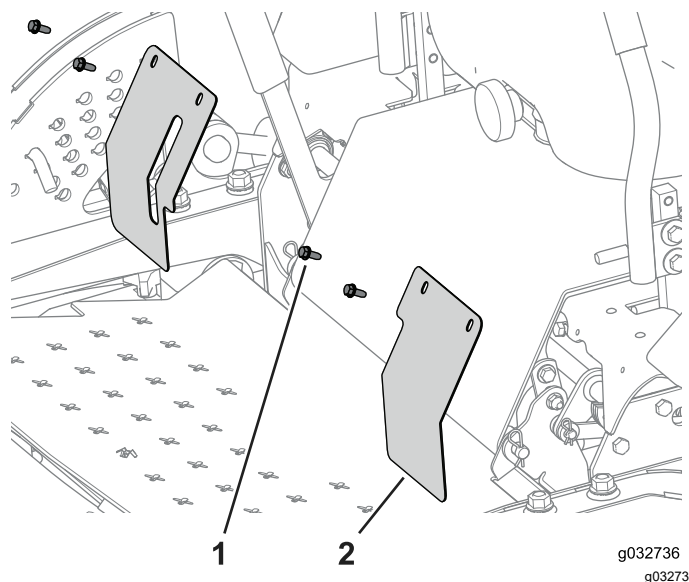

Bild 128
3. Befestigen Sie die Abdeckplatten mit den Schrauben (1/4" x 5/8") an der Maschine (Bild 128).